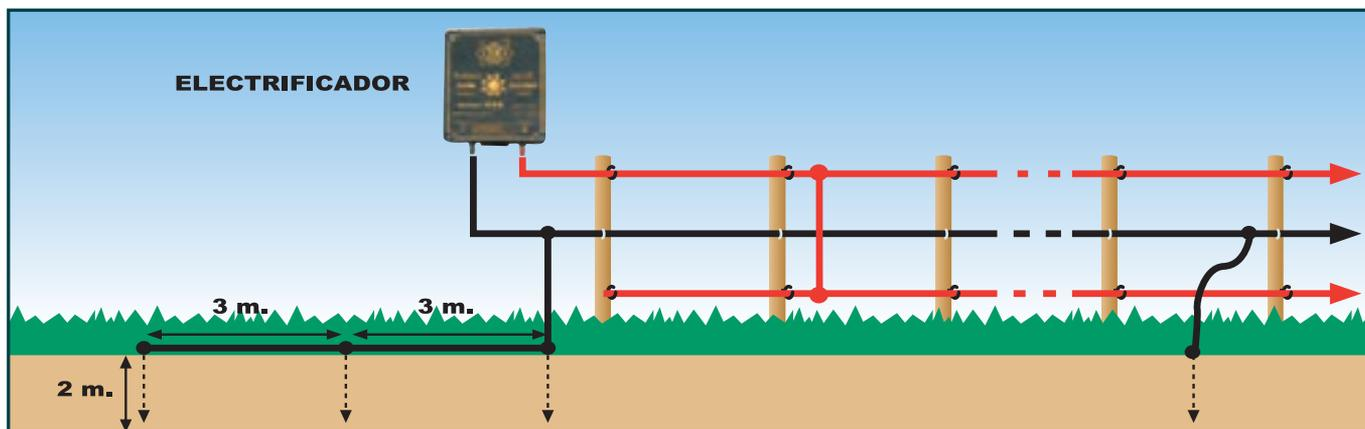

Figura 1. Cerca Ideal
- La cerca de la figura 1 proporciona óptimos resultados, especialmente en terrenos poco húmedos donde hay que asegurar una buena conductividad de tierra (ver párrafo 3 de la página 19). La altura y cantidad de alambres de la cerca depende del tipo de animales para la que vamos a emplearla; para venados pueden ser necesarios unos 5 y el superior a unos 140 cm. del suelo; para jabalí, es buena la que aparece en la figura; para ganado vacuno adulto, en terrenos húmedos, es suficiente un hilo y una sola pica de tierra. Aunque si se trata de animales con cuernos se debe instalar 2 líneas para que no metan la cabeza y al retirarse arrastren el cable.